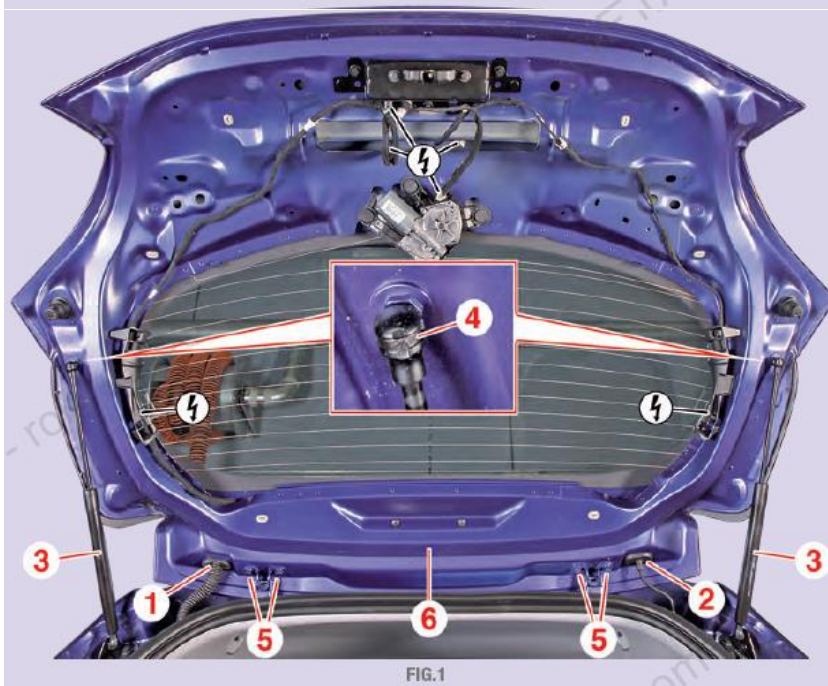

FIG.1
- Débrancher les connecteurs (serrure, essuie-vitre, dégivrage, ...) (Fig.1).
- Tirer le faisceau (1) et le tuyau de lave-vitre (2) à travers les passages du hayon.
- Désaccoupler les vérins (3) du hayon en soulevant le ressort (4) à l'aide du tournevis [1].
- les vis (5) à l'aide de la clé [2],
- le hayon (6).